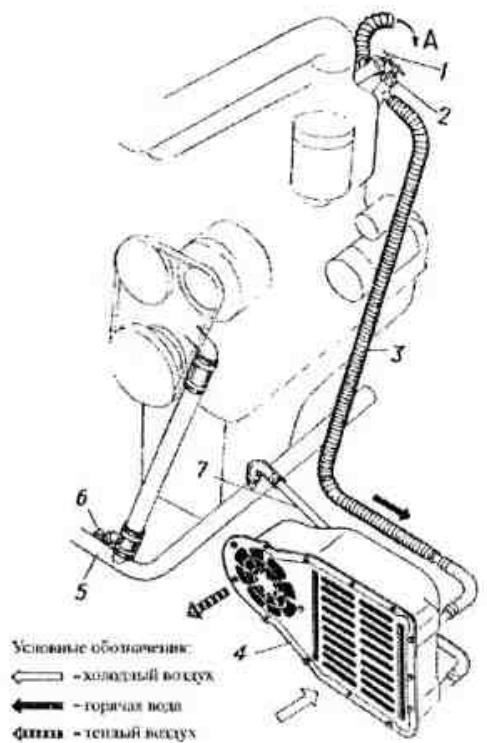

Рис. 8.2. Схема системы отопления кузова:
Отопитель кузова 4 (рис. 8.2) установлен в правой нижней задней части моторного отделения, где он крепится к листу моторной перегородки. Воздух для обогрева подается электровентилятором через радиатор отопителя, в котором циркулирует жидкость из системы
- краниками 1 и 2 (рис. 8.2), ввёрнутыми в переходник на заднем торце двигателя.